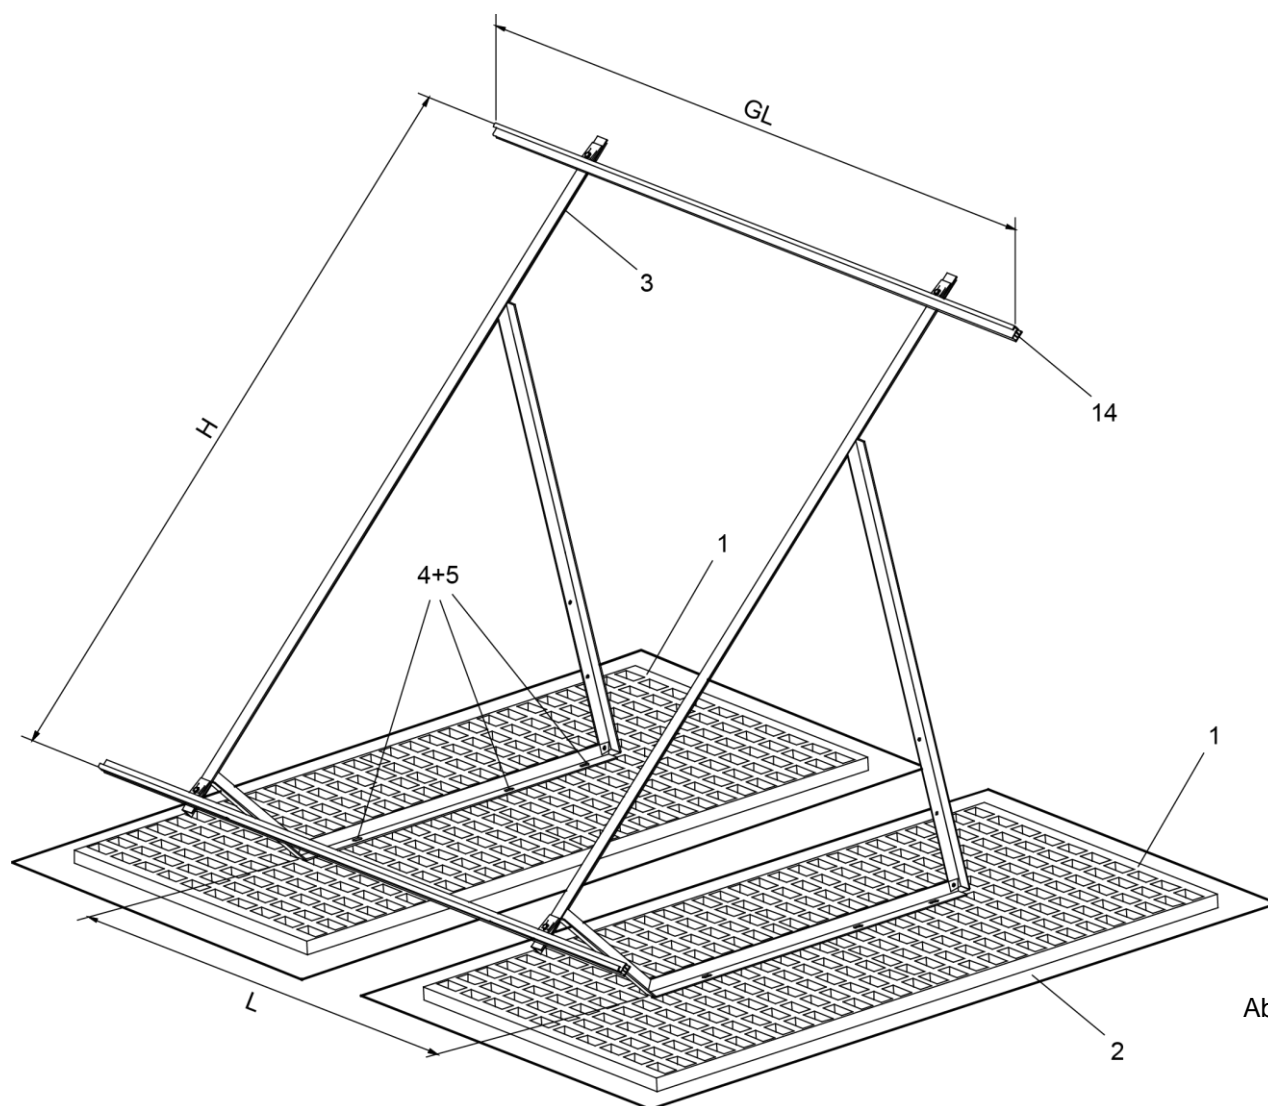

Abb. 1
1. Bestimmen Sie die Positionen der einzelnen Trägerplatten (1) - unter Berücksichtigung der angegebenen Werte aus der unten angeführten Tabelle - am Dach (Abb. 1). Die Kiesschüttung ist an diesem Platz vollständig zu entfernen, ohne die Dachhaut zu beschädigen.
2. Die Schutzmatte (2) wird unter den jeweiligen Trägerplatten (1) verlegt. Die Trägerplatten (1) müssen anhand der drei Gewindestützen M10 (Pos. 4+5) richtig ausgerichtet werden (Abb. 1).